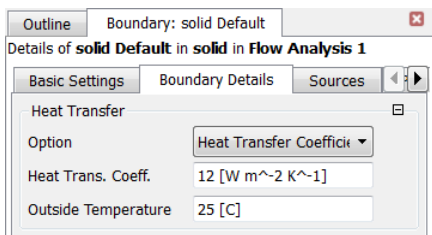

图 23-17 壁面参数
2) 在“Boundary Details”选项卡中，设置“Heat Transfer”下的“Option”为“Heat Transfer Coefficient”，“Heat Trans.Coeff.”的值为“12[W m⁻² K⁻¹]”，“Outside Temperature”为“25[C]”，如图 23-17 所示，然后单击“OK”按钮。